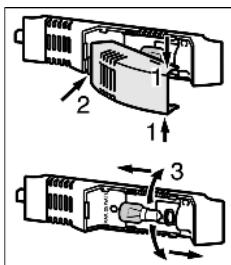

Fig. 12
- Возьмитесь за крышку лампы сверху и снизу Fig. 12 (1).
- Вырвите крышку лампы сзади из зацепления и снимите Fig. 12 (2).
- Замените лампу Fig. 12 (3).